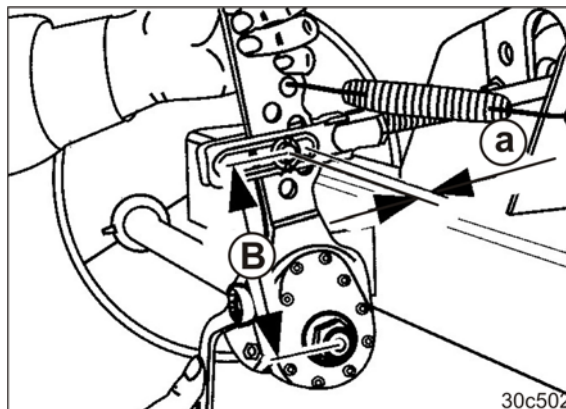

Fig. 338
1. Actionner manuellement l'actionneur de rampe (Fig. 338) dans le sens de la poussée.
2. Mesurer la course à vide (Fig. 338/a) de la tige de poussée du piston membrane à longue course.
La course à vide (Fig. 338/a) ne doit pas dépasser 35 mm.
Réglez la course à vide (Fig. 338/a) sur 10-12 % de la longueur du levier de frein (Fig. 338/B).